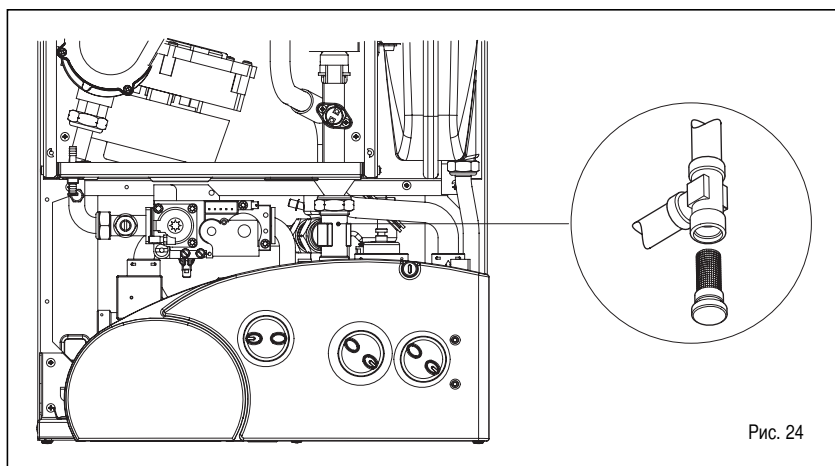

Рис. 24
4.6.1 Чистка фильтра "AQUA GUARD" (Рис. 24)